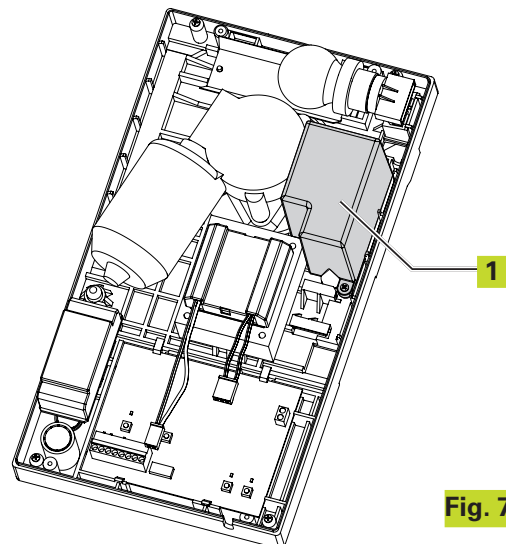

Fig. 73
Le kit des batteries tampon permet d'actionner l'automatisme même en cas de coupure de courant. On a prévu de loger les batteries à l'intérieur de l'opérateur (Fig. 73 réf. ①) par l'intermédiaire d'une vis fournie.